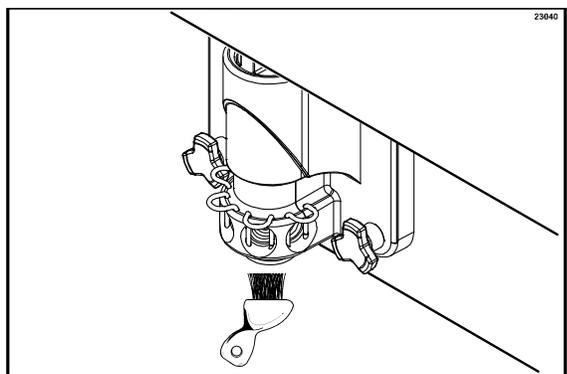

図55
10. 少量の洗浄液を用意しフリーザーに戻ります。下に容器におき、ドアスパウトブラシを消毒液に浸し、ドアのシロップポート、ドアスパウト、ドライブスピナー下部、スピナーブレード、シロップラインフィティングをブラシ洗浄します(図55を参照。)